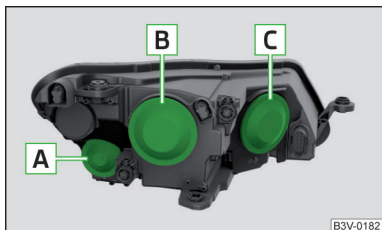

Abb. 271
Glühlampenordnung » Abb. 271
- Die Schutzkappe **B** bzw. **C** » Abb. 271 auf Seite 256 abnehmen.
- Die Schutzkappe **B** bzw. **C** » Abb. 271 auf Seite 256 einsetzen.
- Die Schutzkappe **A** » Abb. 271 auf Seite 256 abnehmen.
- Die Schutzkappe **A** » Abb. 271 auf Seite 256 einsetzen.